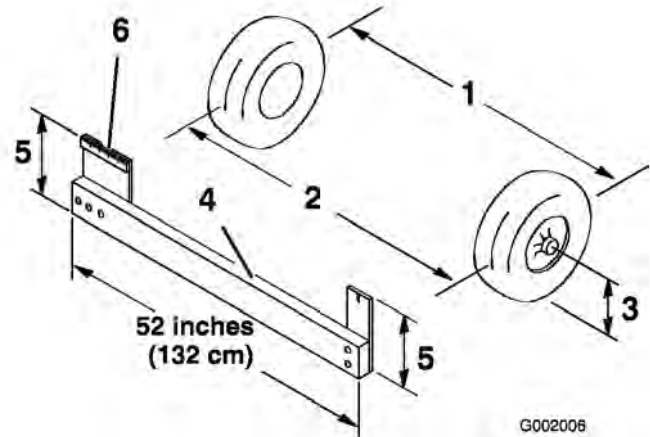

Bild 55
4. Messen Sie den Abstand zwischen beiden Vorderreifen auf Achshöhe (an der Vorder- und Rückseite der Vorderreifen) (Bild 55). Eine Messlehre ist für das hintere Maß der Vorderreifen auf Achshöhe erforderlich. Benutzen Sie das gleiche Maß für das genaue Vermessen der Vorderseite der Vorderreifen auf Achshöhe (Bild 55).